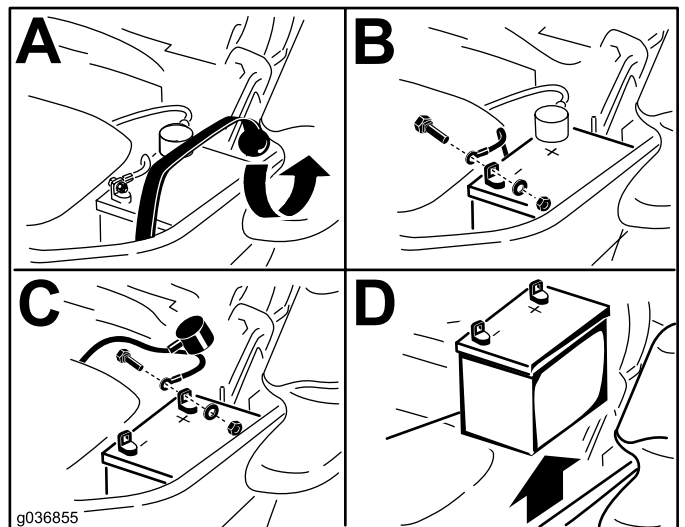

Bild 53
3. Nehmen Sie die Batterie heraus, wie in Bild 53 abgebildet.
- Legen Sie die Batterie so in das Fach, dass die Anschlussklemmen auf der anderen Seite des Hydraulikbehälters sind (Bild 53).
- Befestigen Sie die Kabel mit zwei Schrauben, 2 Scheiben und 2 Sicherungsmuttern (Bild 53).
- Befestigen Sie die Batterie mit dem Gummiriemen (Bild 53).